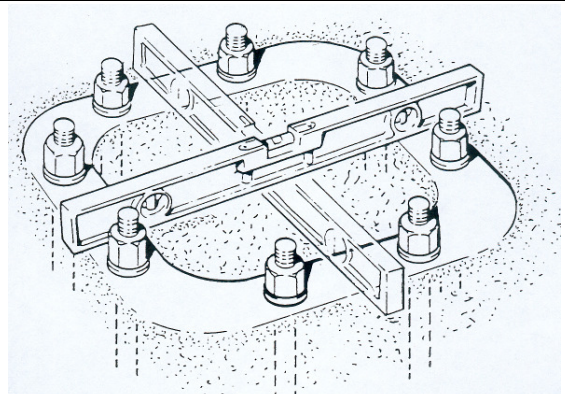

Fig.24
5. vérifier le niveau et arraser la fondation apr rapport au sol (fig. 24).